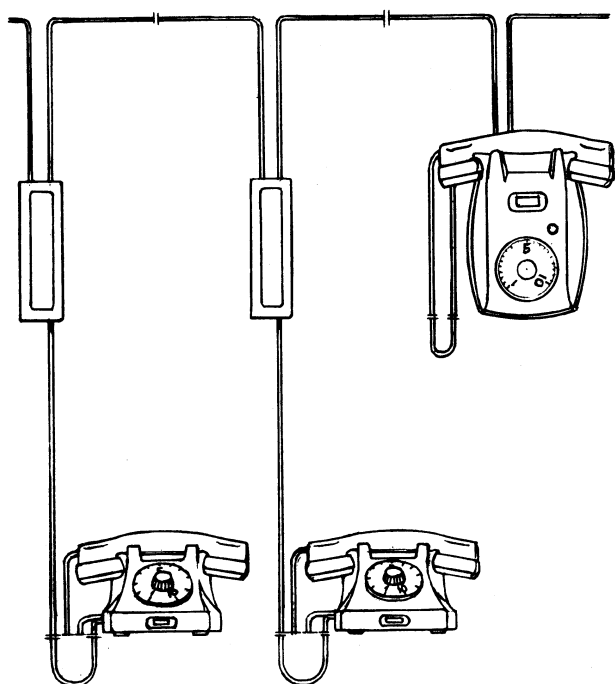

Fig. 3
2.1. Kabeldragningen (fig. 3). Kabeln drages nu från ett apparatställe till nästa så att kabelåtgången blir den minsta möjliga. Tillräckligt med kabel lämnas för inkoppling av väggfästena resp. väggapparater och kopplingsboxar på lämplig höjd över golvet (se nedan). Kabeln förlägges längs väggens takkant, ev. längs golvsockeln. Det förra sättet ger bästa skyddet för kabeln och bör väljas, då största möjliga säkerhet mot åverkan önskas. För det senare åtgår i regel kortare kabel. Avstånden mellan klämmorna väljes ca 0,3 m vid blykabel och 0,25 vid PV-isolerad. Ligga apparaterna i olika våningsplan (se fig. 1), får man avgöra om en längre kabel, dragen direkt mellan två apparater i de olika planen, blir dyrare eller billigare